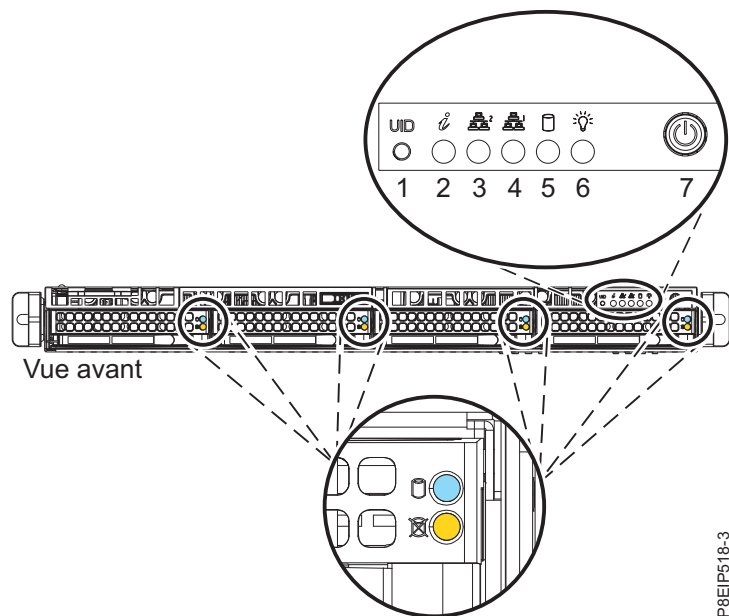
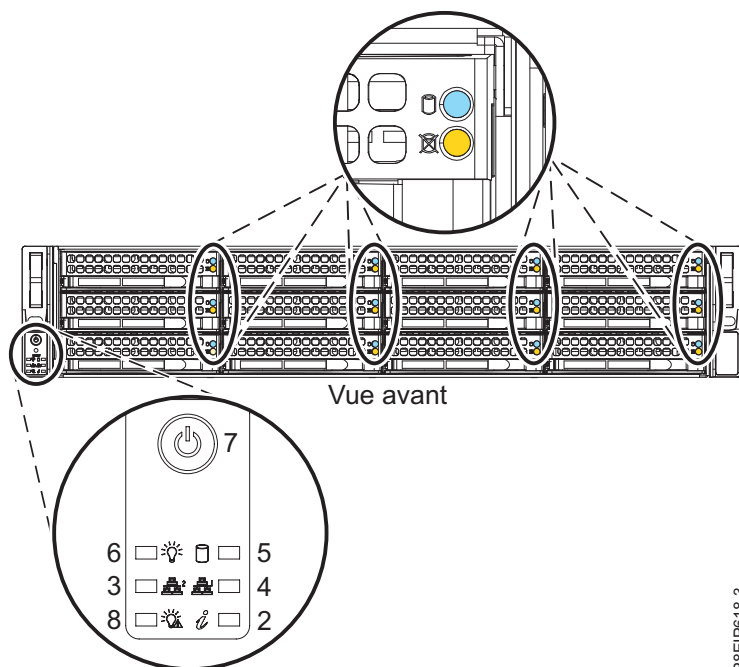

Figure 53. Interrupteur d'alimentation du système 8001-12C
Figure 54. Interrupteur d'alimentation du système 8001-22C
2. Appuyez sur le bouton d'alimentation (7) illustré dans la figure 53 ou dans la figure 54, à la page 87. Il sera éventuellement nécessaire d'appuyer sur l'interrupteur pendant une durée comprise entre 0,5 et 3 secondes.